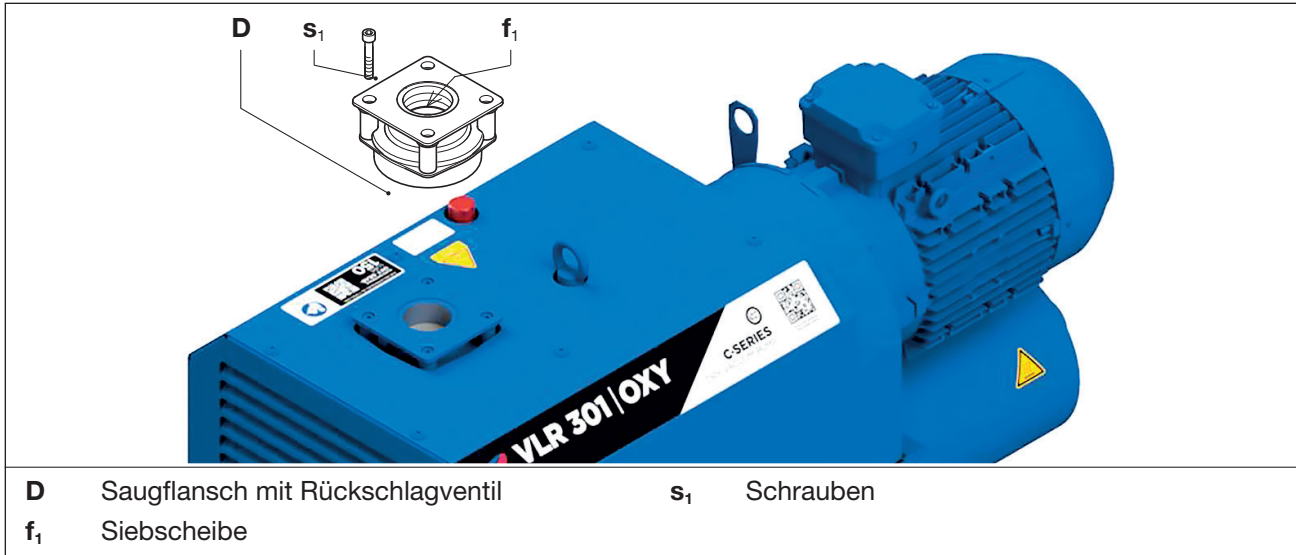

Abb. 6 Saugflansch mit Siebscheibe
- Saugflansch (Abb. 6/D) nach Lösen der Schrauben (Abb. 6/s₁) abnehmen.
- Siebscheibe (Abb. 6/f₁) entnehmen, kontrollieren und bei Bedarf ersetzen. Überprüfen Sie auch das Rückschlagventil auf Verunreinigungen und ersetzen Sie dieses bei Bedarf.
- Siebscheibe wieder einsetzen und Saugflansch (Abb. 6/D) montieren. Schrauben (Abb. 6/s₁) über Kreuz anziehen. Anzugsmoment: 24,6 Nm